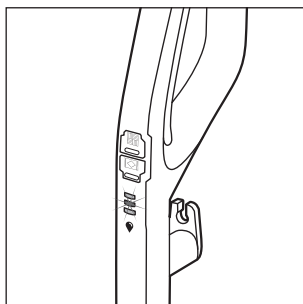

Rys. 13
- ♦ Aby włączyć urządzenie, naciśnij przełącznik twardego podłoga  **14** (patrz rys. 13). Dioda LED przełącznika twardego podłoga  **14** zaświeci się na niebiesko.
- ◆ W celu wyłączenia urządzenia naciśnij ponownie przełącznik twarda podłoga **14** (patrz rys. 13).